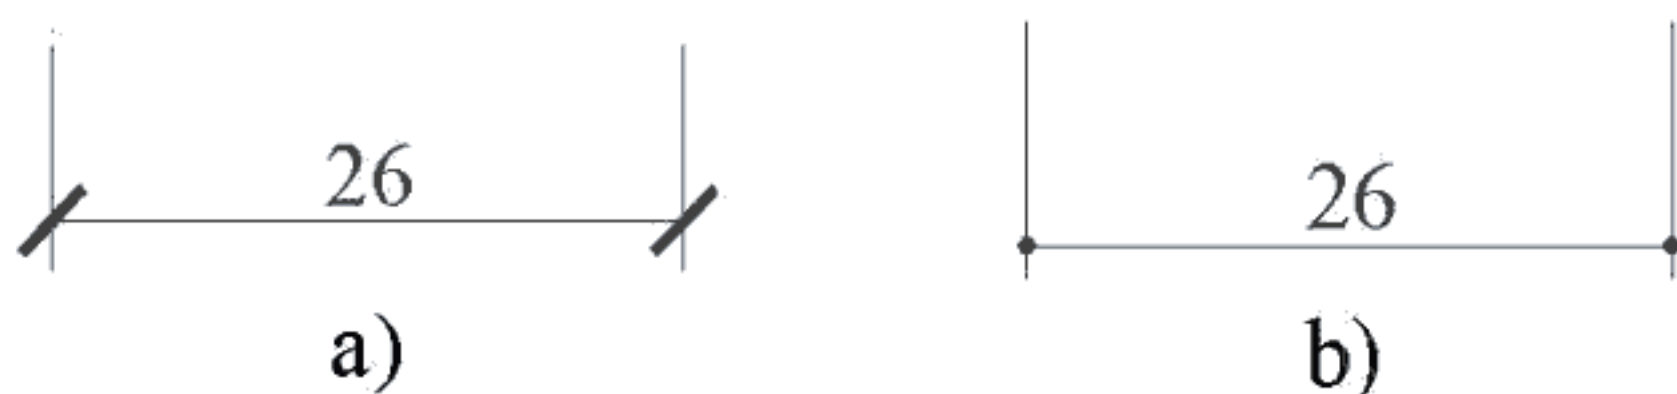

图 12 直线段尺寸标注
(1)直线段尺寸标注应包括尺寸界线、尺寸起止符号、标注文本和尺寸线,见图 12。通常应采用图 12 中的 a) 方式,必要时也可采用图 12 中的 b) 方式。